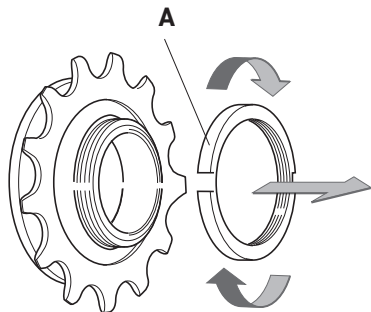

Abb. 10
- Lösen Sie die Hülse (A - Abb. 10) durch Drehen im Uhrzeigersinn von der Nabe.